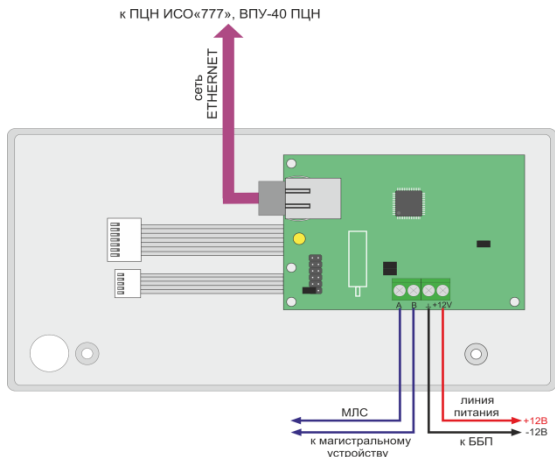

Рис.3 Схема подключения модуля
5.1 Для подключения к сети Ethernet магистрального оборудования из состава ИСО «777», АСПС (см. рисунок 3).